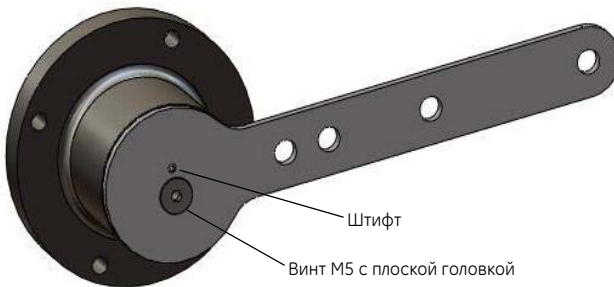

Рисунок 6 Держатель магнитов для двусторонних клапанов
1. Чтобы магнитная ось располагалась вертикально, когда рычаг находится в положении закрытия клапана, закрепите рычаг штифтом на магните в сборе и надежно зафиксируйте винтом M5 с плоской головкой. Плотно затяните винт рычага. См. Рисунок 6.